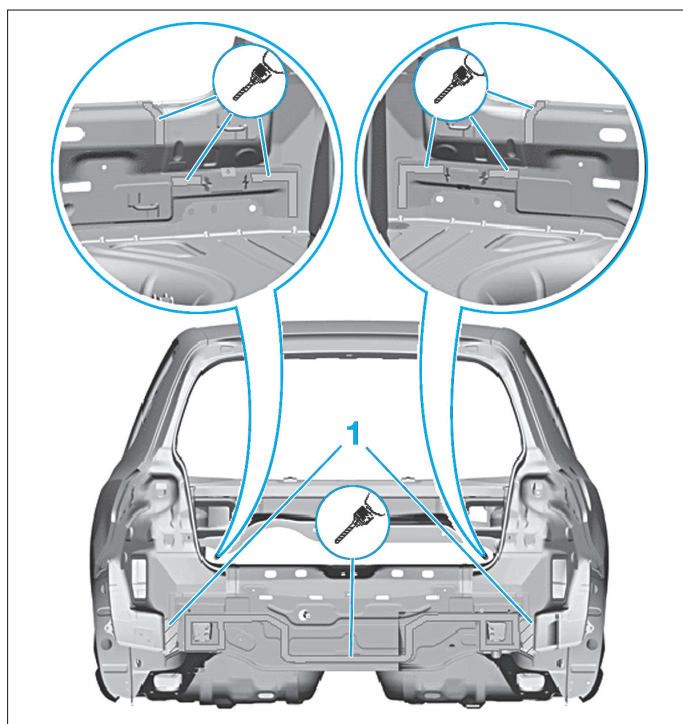

FIG. 141
- Meuler et fraiser les soudures supérieur du recouvrement intérieur de la jupe (Fig.141).